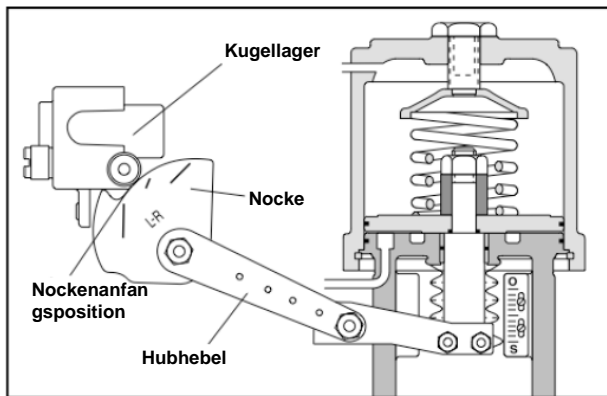

Abbildung 4: Nockenausrichtung
7. Stift in das entsprechende Loch im Abnahmehebel einführen. (Siehe Abb. 4) Mutter auf den Stift schrauben und Loch an der Berührungsstelle schmieren.
9. Falls erforderlich, die Höhe der Spindelklemme anpassen, damit die erste Linie der Nockenplatte mit der Mitte des Nockenplattenlagers ausgerichtet ist, wenn sich das Ventil im Sitz befindet. (Siehe Abbildung 4). Spindelklemme befestigen.